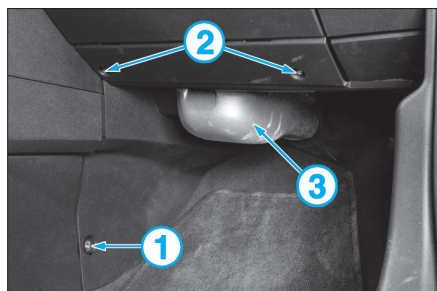

FIG. 4
- les vis (1) et (2) de la garniture inférieure droite (3) de la planche de bord. Les vis (2) sont communes à la boîte à gants (Fig.4).